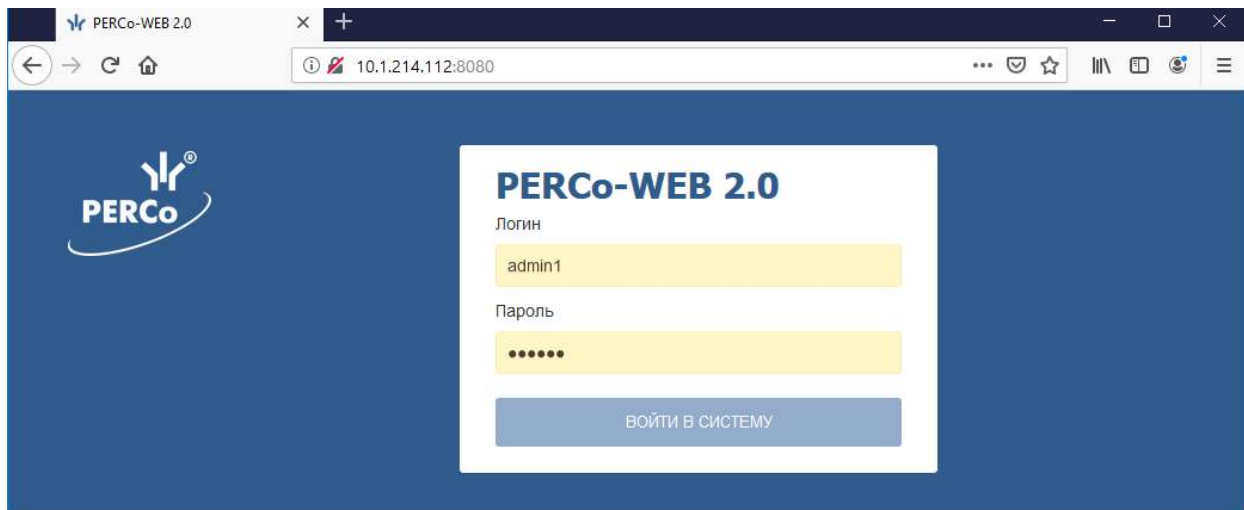

Рисунок 12. Окно входа во встроенную СКУД «PERCo-Web»
- При подключении контроллера через PoE-сплиттер (см. рис. 12 в Приложении 1) рекомендуется использовать только электромеханические замки, поэтому необходимо использовать именно диод искрозащиты типа 1N5819. Использование супрессора в этом случае **ЗАПРЕЩЕНО!**